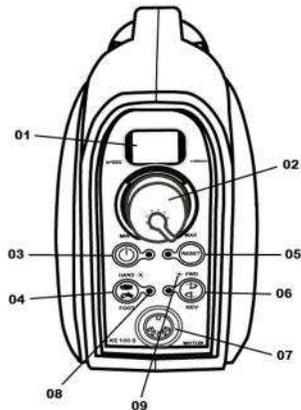

Abbildung 2 (Rückseite)
4. Entnehmen Sie die Motorspindel (Abb. 2, 02)
4. Lösen Sie mit einem Schraubendreher die Befestigungsschraube (03) und entfernen Sie die abgenutzten Kohlebürsten. (05) (Abb. 2)
5. Setzen Sie die neuen Kohlebürsten (05) in den Halter ein und befestigen die Kohlebürsten mit der Befestigungsschraube (03) ordnungsgemäß. Achten Sie hierbei auf den richtigen Sitz der Feder. (04)
6. Drehen Sie die Überwurfmutter(01) wieder fest.